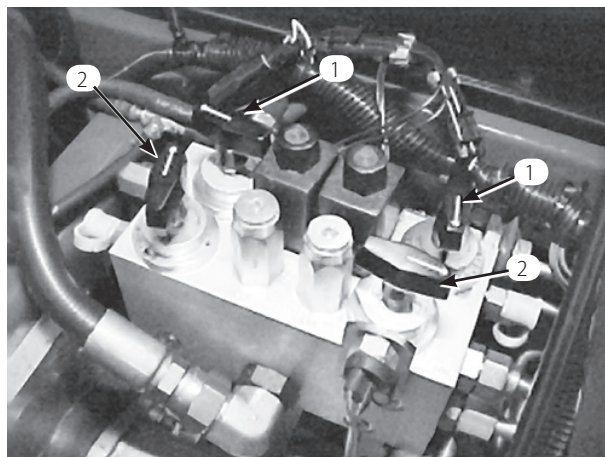

図 72
3. リール速度セクタとバックラップ・ノブを探し出す(図72)。バックラップ・ノブをバックラップ位置にセットし、速度ノブを「1」にセットする。